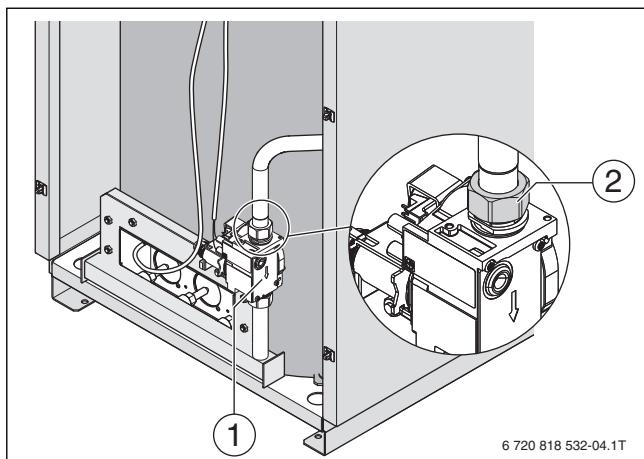

Рис. 34 Демонтаж горелки
- ▶ Подсоедините газоподводящую трубу к клапану резьбовым соединением [2] с моментом затяжки 48-52 Н·м (→ рис. 34. стр. 33). При присоединении газоподводящей трубы фиксируйте газовый клапан от смещения на фланце под гайкой [2].